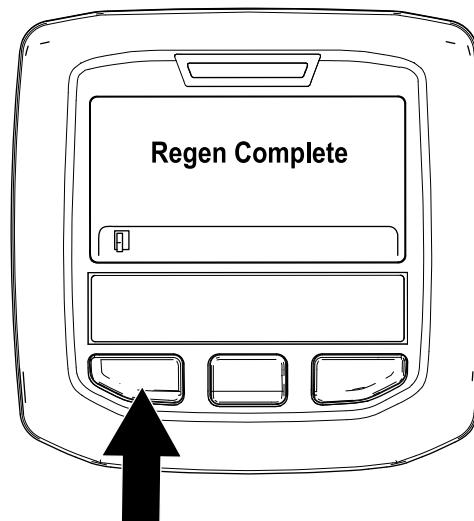

Figura 57
- La regeneración con la máquina aparcada ha finalizado cuando se muestra el mensaje “Regen Complete” (Regeneración completada) en el InfoCenter. Pulse el botón de la izquierda para salir a la pantalla de inicio (Figura 57).